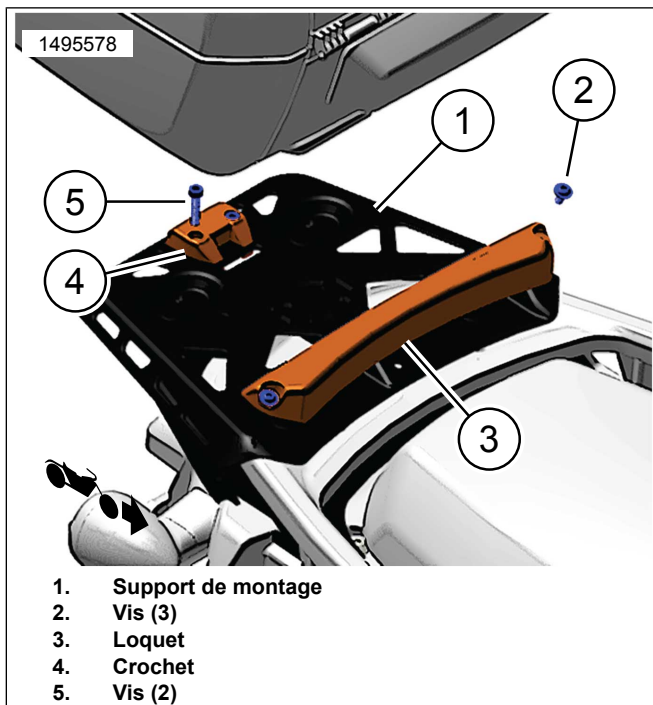
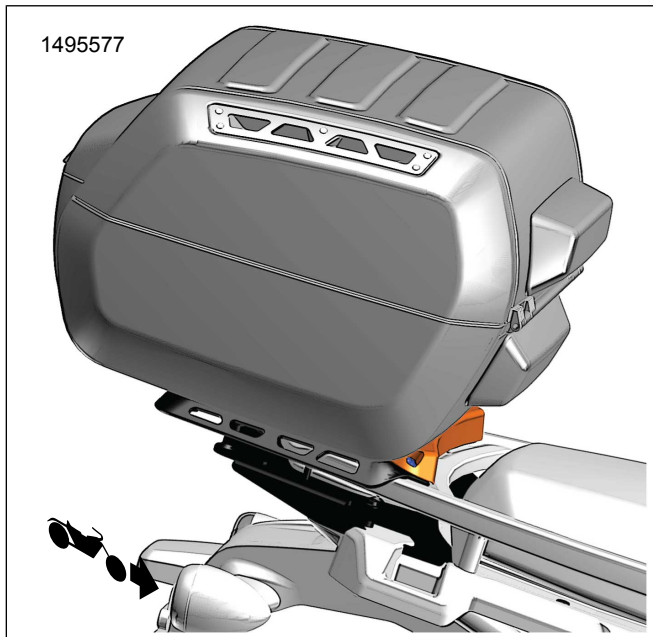

Figure 13. Kit de montage (53000812)
Figure 14. Installation du Top Case
1. Figure 13 Installer le kit de montage au support de montage.
- a. Installer le loquet (3) avec trois vis (2) à l'avant du support de montage (1). Serrer.
3. Voir Figure 13 et Figure 14 . Faire glisser le dessus du Top Case vers le loquet avant (3), basculer jusqu'à ce qu'il vienne s'encliqueter sur le crochet arrière (4).